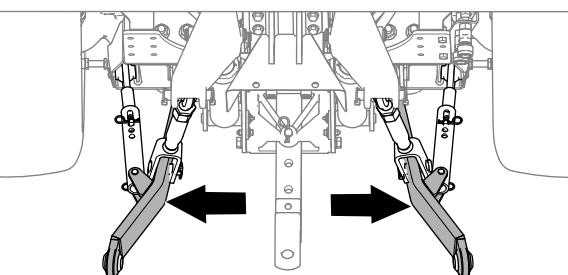

Figure 15
2. Écartez les bras d'attelage inférieurs (Figure 15) complètement vers l'extérieur; voir le manuel de l'utilisateur du groupe de déplacement.